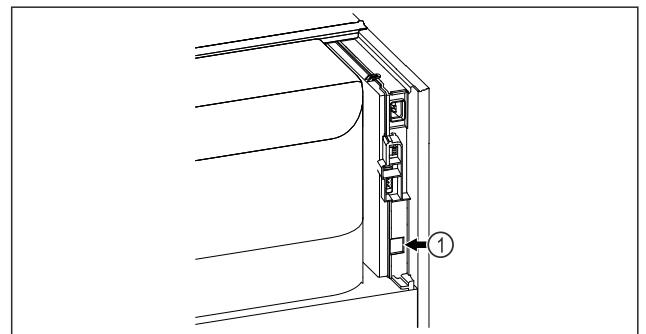

Fig. 88
- SmartModule Fig. 88 (1) ir ievietots.